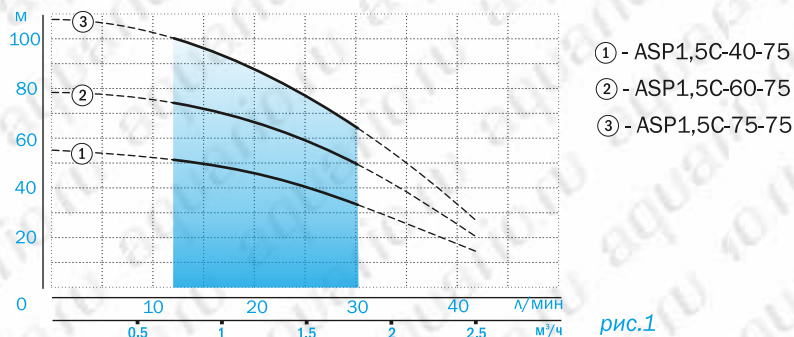

рис.1
- Насос должен эксплуатироваться только в пределах рабочей зоны расходно-напорной характеристики (рис.1). Не соблюдение этого требования чревато различными последствиями: